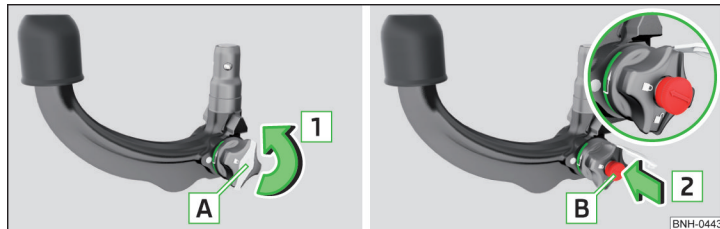

Abb. 221 Kappe vom Schloss abnehmen / Schlüssel in das Schloss stecken
- › Die Kappe A vom Schloss in Pfeilrichtung 1 » Abb. 221 abnehmen.